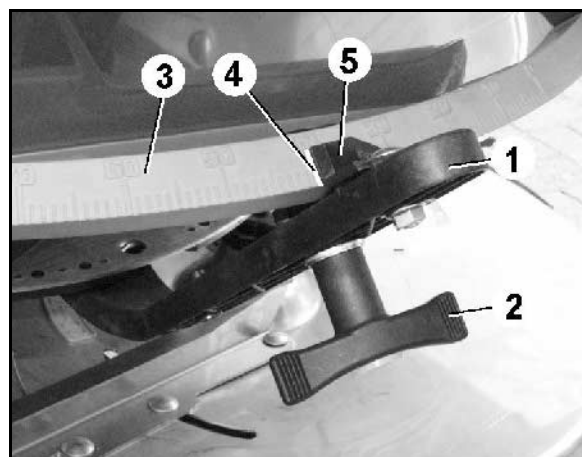

Fig. 11
El ajuste de la cantidad se realiza entonces por medio de la palanca reguladora (Fig. 11/1) siguiendo la tabla de dispersión.
2. Soltar la tuerca de mariposa (Fig. 11/2).
3. Localizar en la escala la posición apropiada de las correderas (Fig. 11/3).
4. Posicionar los indicadores (Fig. 11/4) de las dos palancas de regulación (Fig. 11/5) en este valor de la escala.
5. Volver a apretar la tuerca de mariposa (Fig. 11/2).